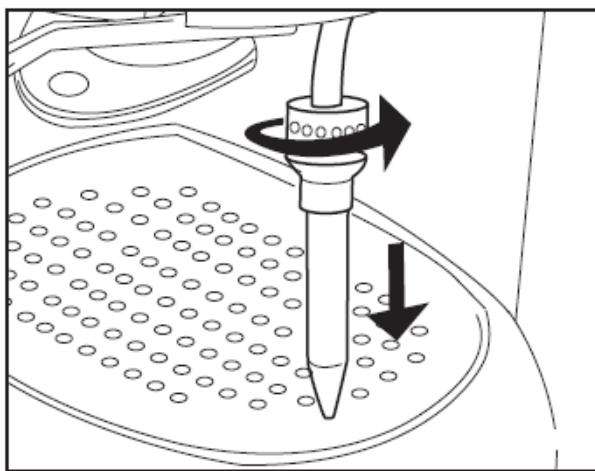

Fig. 23
- Lossa plastmuttern på ångrörets inre del och avlägsna denna genom att dra den nedåt (Fig.23).